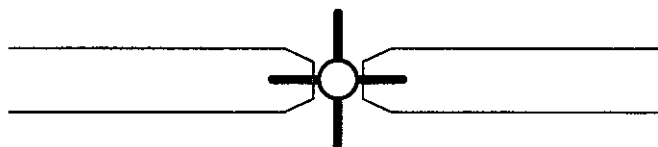

Fig. 3 Skitse af printbanens tilpasning til MAR'en
- printbanen tilspidnes ved MAR'ens hus, således at man får en glidende overgang imellem MAR og print. Se skitse (fig.3). Skarpe ændringer i printbanernes bredde skal undgås.